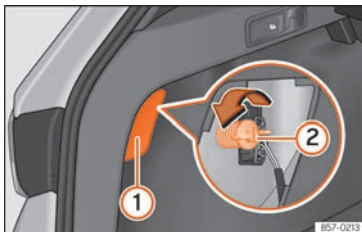

Fig. 114 Maletero: acceso al tornillo de fijación de la unidad de luz trasera.
3. Retire la tapa haciendo palanca con el lado plano de un destornillador en el rebaje »» fig. 114 ①.
5. Desenrosque con la mano o con ayuda de un destornillador el tornillo de fijación del piloto »» fig. 114 ②.